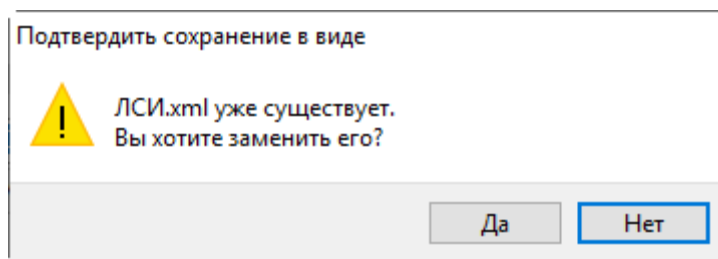

Рисунок 165 – Подтверждение о перезаписи файла
- 5) Если файл с таким именем уже существует, будет выведено предупреждающее сообщение (рисунок 165). Нажать «Да» для перезаписи файла или «Нет», чтобы задать новое имя файла.